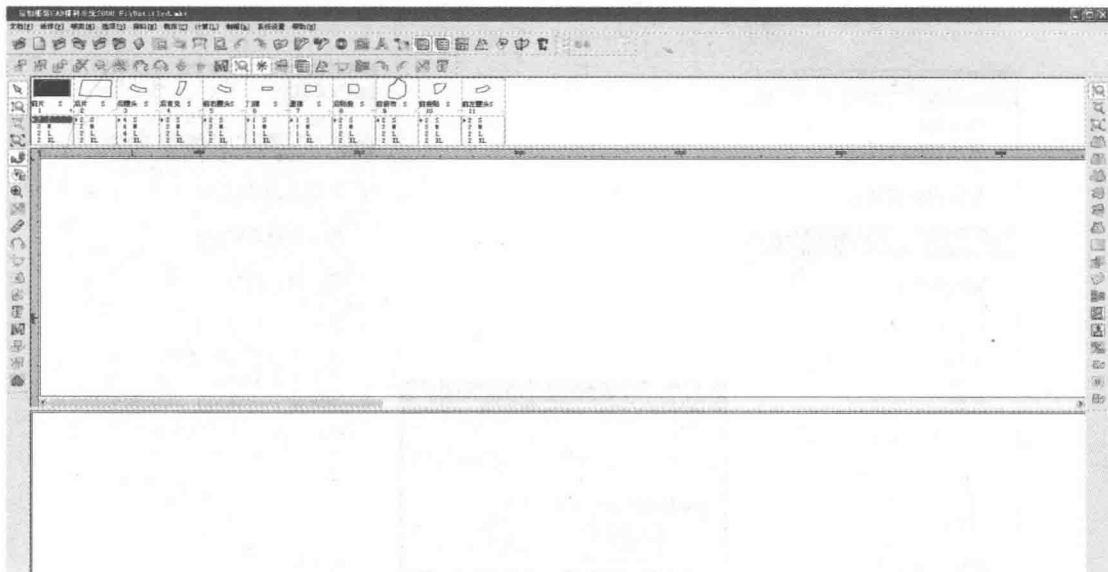

图5-54 纸样列表框内显示纸样
(6) 再单击【确定】，即可看到纸样列表框内显示纸样，号型列表框内显示各号型纸样数量（图 5-54）。